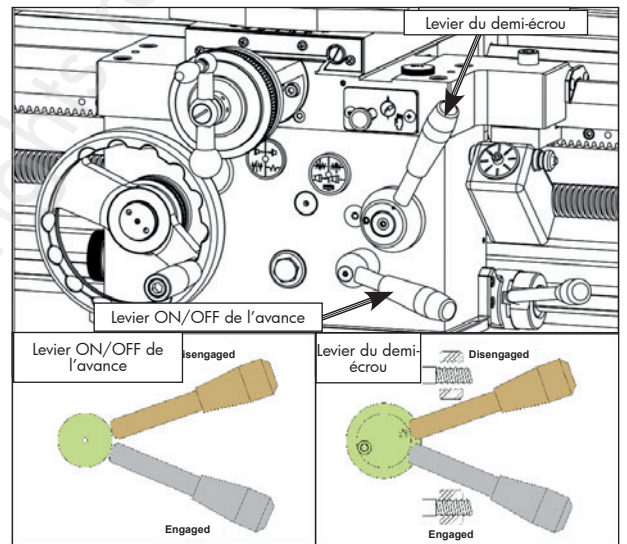

Fig. 18 Commandes pour le test de fonctionnement
9. Tirez le levier du demi-écrou et le levier ON/OFF d'avance vers le haut pour débrayer le chariot longitudinal (figure 18).